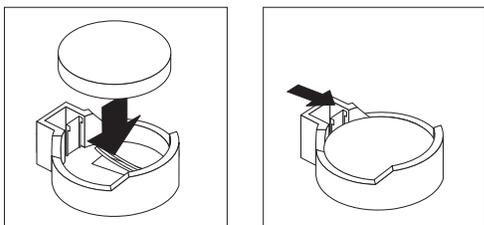

Figure 47. Insertion de la nouvelle pile
- b. Faites-la glisser dans le socle jusqu'à ce qu'elle produise un déclic sous la languette, comme illustré à la figure 47.